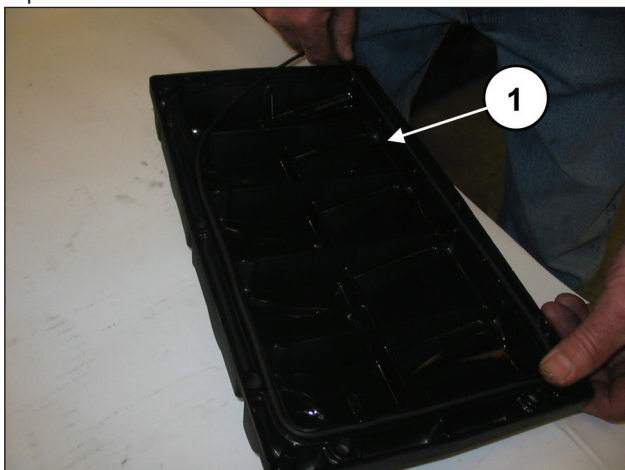
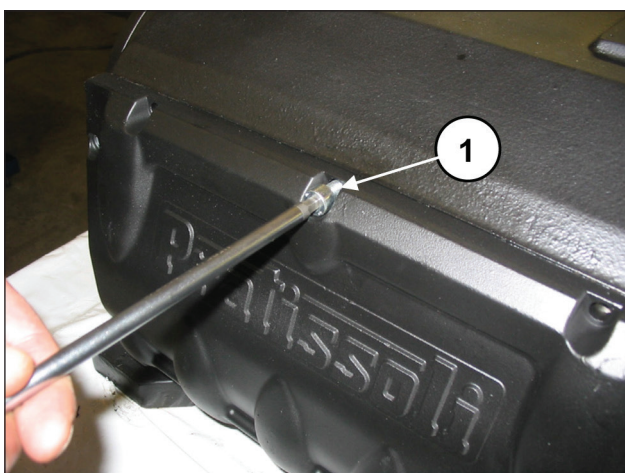

Fig. 84
Fig. 85
Inserire l'O-ring nel coperchio posteriore (pos. ①, Fig. 84) e fissarlo al carter mediante 10 viti M8x18 (pos. ①, Fig. 85). Tarare le viti con chiave dinamometrica come indicato nel capitolo 3.